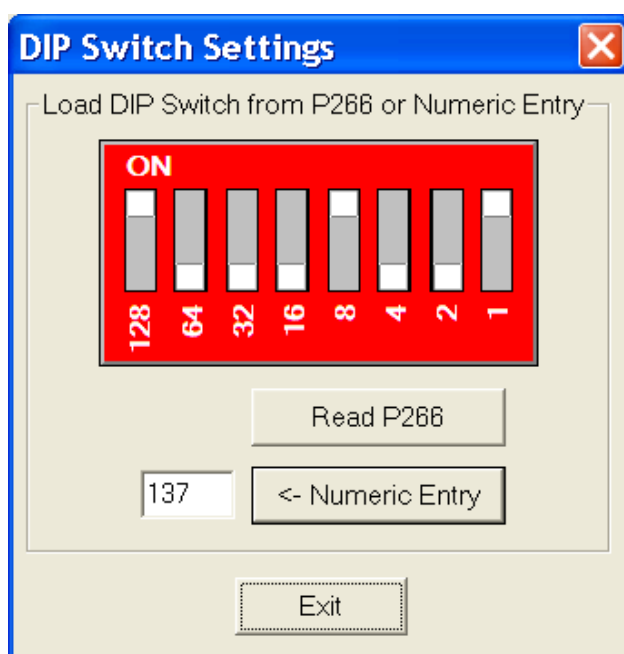

Figura 73: Numeric Entry (Entrada numérica)
- **Numeric Entry** (Entrada numérica): al hacer clic en este botón, el valor introducido en el campo de entrada se muestra como el valor equivalente en el interruptor DIP. En el ejemplo mostrado en la Figura 73, se ha introducido un valor de **137** y, a continuación, se ha hecho clic en **Numeric Entry** (Entrada numérica).